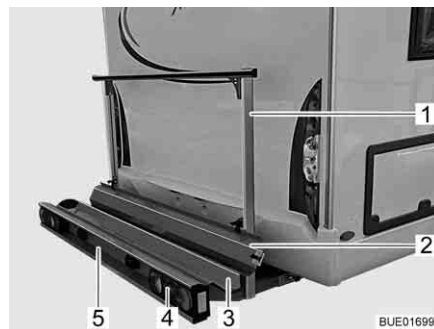
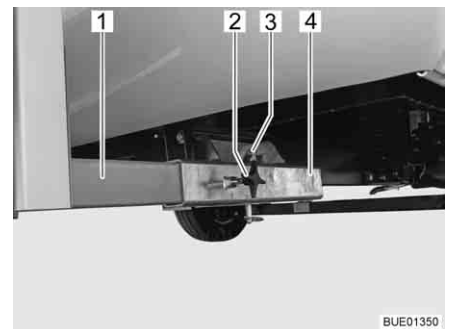

Fig. 7 Porte-charges
Fig. 8 Fixation sur le véhicule
Le porte-charges (Fig. 7) permet de transporter une moto ou un scooter d'un poids allant jusqu'à 130 kg.
- Réceptacle (Fig. 7,3) et étrier de fixation (Fig. 7,1) avec fixation sur le véhicule (Fig. 8)
- Feux arrières (Fig. 7,4)
- Éclairage plaque minéralogique (Fig. 7,5)
- Rail d'accès (Fig. 7,2)
Les deux longerons (Fig. 8,1) du porte-charges sont fixés avec des vis à garret (Fig. 8,2) sur les réceptions quatre pans (Fig. 8,4) situées sur le plancher du véhicule. Le porte-charges est bloqué par un boulon (Fig. 8,3) avec circlip.